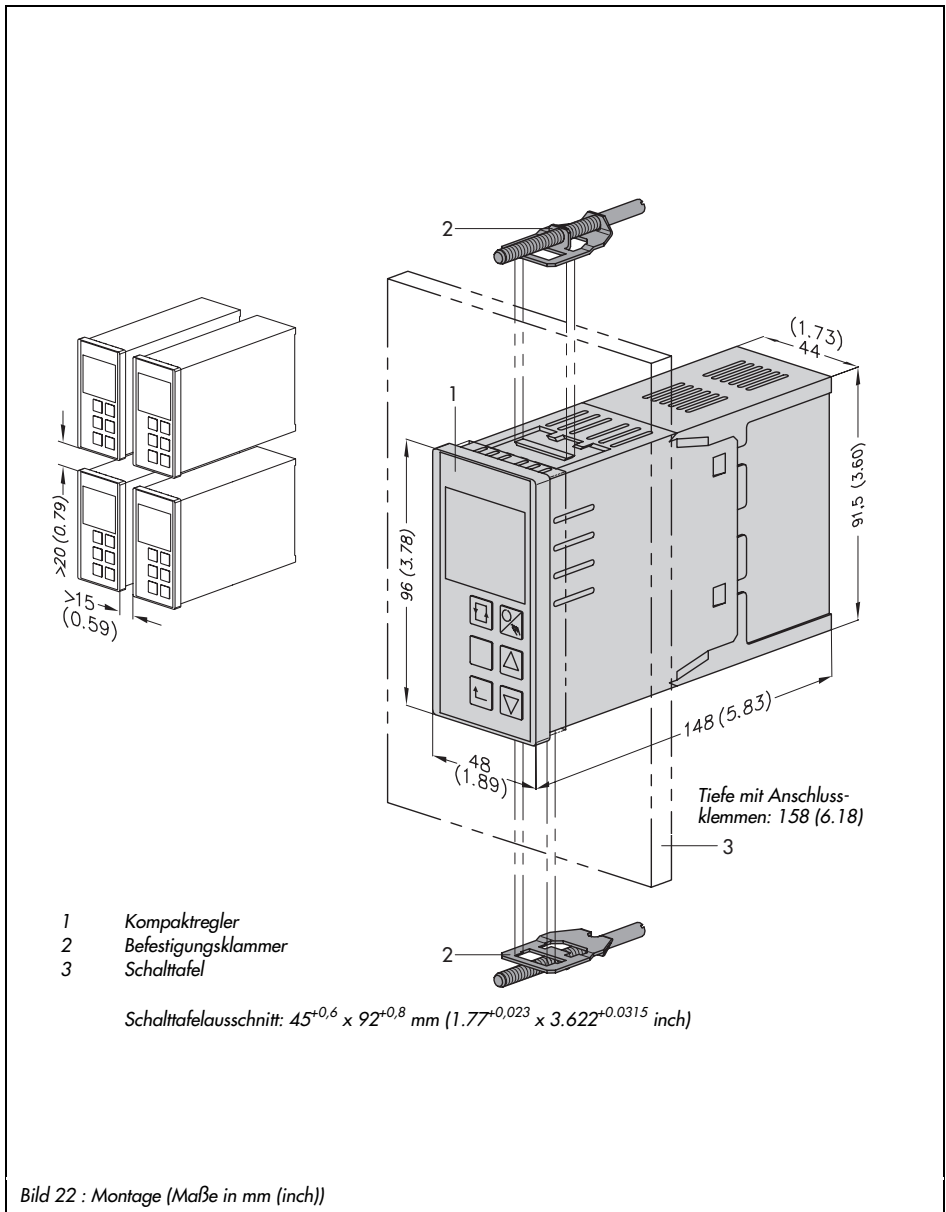

Bild 22 : Montage (Maße in mm (inch))
3. Legen Sie je eine mitgelieferte Befestigungsklammer (2) in die Aussparungen oben und unten ein s. Bild 22.